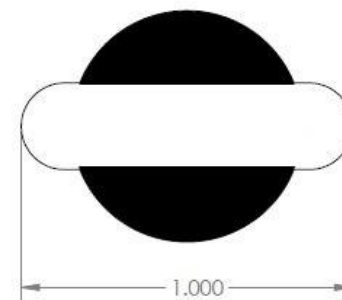

Figure 2
2. Enlever l'écran thermique - À l'aide d'une douille 15/16 po, retirer quatre (4) fixations métalliques qui fixent l'écran thermique. Retirer l'écran thermique et découper la zone illustrée à la Fig. 2.